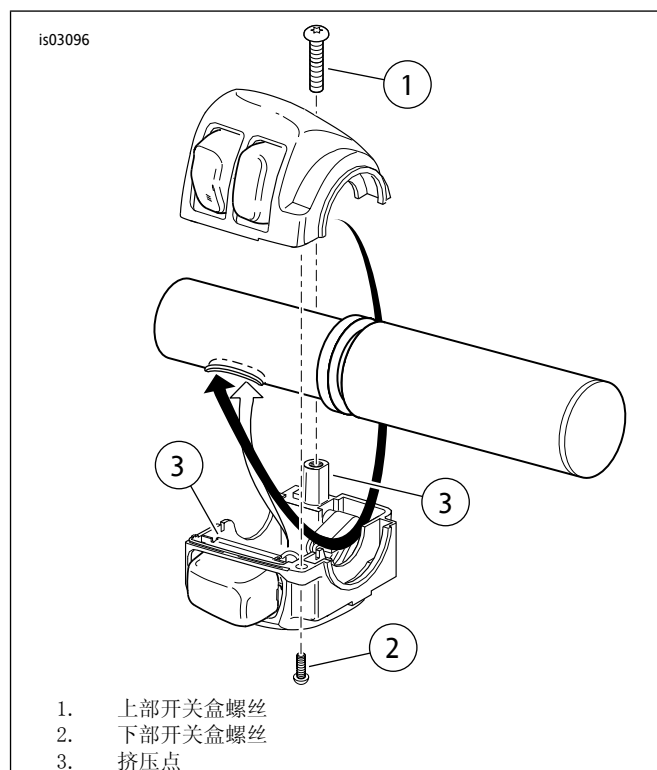

图2。布设开关盒导线（图示为右侧盒）
- 将旋转手柄传感器线束轻轻穿入右侧把手端。参见图2。穿过开关盒布设右侧开关导线捆，如图所示。将线束轻轻穿入右侧开关电线孔。拉动导线捆向下穿过新把手并穿向把手中间，同时将旋转手柄传感器分度片安装至把手端的槽中。一个分度片和槽比另一个小，以方便正确组装。
- 与图2中所示右侧线路类似，布设左侧开关电线穿过开关盒。将电线轻轻穿入左侧开关电线孔。拉动导线捆向下穿过新把手并穿向把手中间。